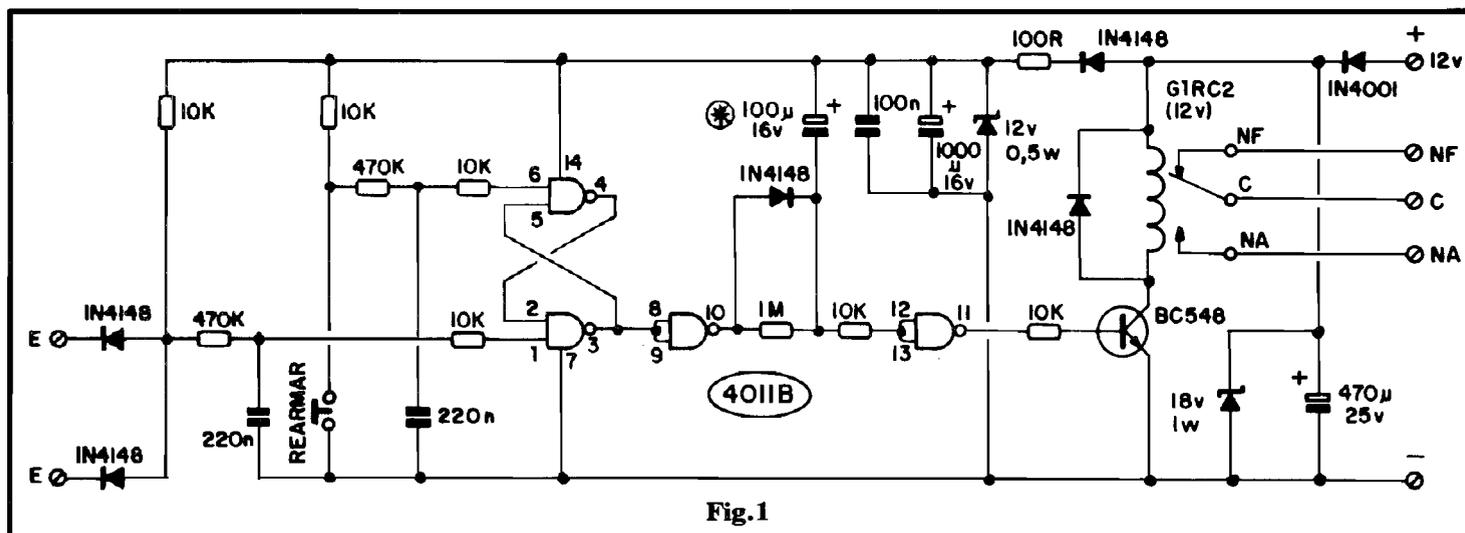

Fig.1
- FIG. 1 - O CIRCUITO - Na fig. 1 temos o diagrama do circuito, totalmente centrado num Integrado Digital da "família" C.MOS, tipo 4011B. O primeiro bloco, formado pelos gates do dito Integrado delimitados pelos pinos 4-5-6 e 1-2-3, constitui uma simples célula de memória (BIESTÁVEL), que pode ser desativado" por uma breve pressão no **push-button** de REARMAR, ou "ativado" por uma "negativação" (ainda que momentânea, causada por um brevíssimo "abre-fecha" de qualquer das portas do veículo...) de qualquer das Entradas "E"... Observem que além das pré-polarizações em nível digital "alto", proporcionadas pelos dois resistores de 10K à linha do positivo da alimentação, cada uma das entradas do BIESTÁVEL (respectivamente pinos 6 e 1 do 4011B...) é protegida contra transientes, interferências e "falsos comandos" por uma rede RC em "T", formada por resistores de 470K e 10K, mais um capacitor de 220n "aterando" o "nó" dos citados resistores. Essas redes exercem importante papel no circuito, evitando que ruídos elétricos presentes na cabagem do veículo possam gerar